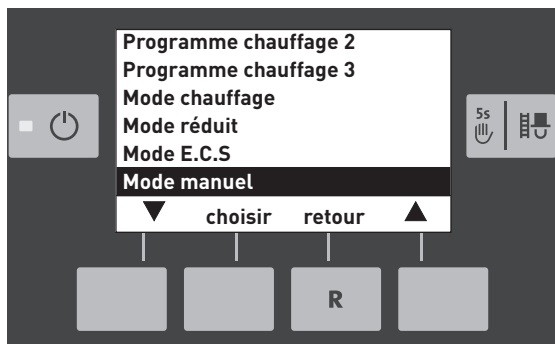

Fig. 30
- ▶ Sélectionner « Mode manuel » – Fig. 30.